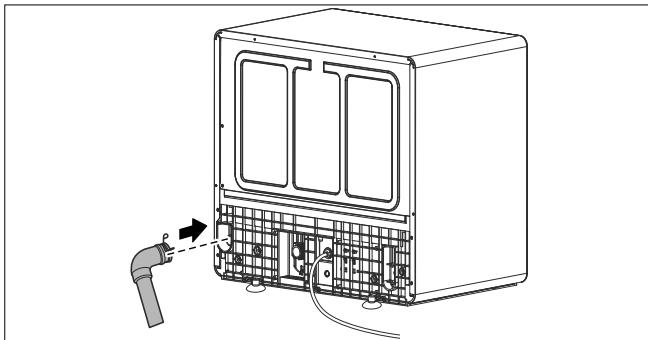

Fig. 13 – Collegamento per lo scarico dell'acqua
Inserire il tubo di scarico dell'acqua con il relativo raccordo (10) nel retro dell'apparecchio e fissarlo con il morsetto (vedere la Fig. 13).